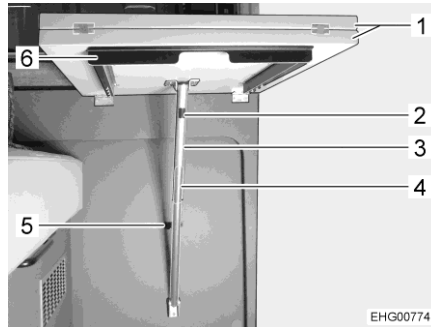
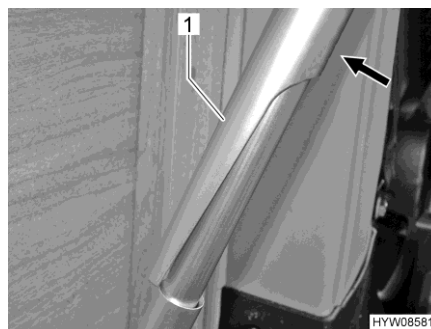

Fig. 53 Table suspendue (repliée)
Fig. 55 Pied d'appui (déverrouillé)
- Extraire le cadre de stabilisation (Fig. 53,6) (s'il y en a un).
- Pousser le cadre de stabilisation (Fig. 53,6) à l'intérieur (s'il y en a un).
- Soulever légèrement le plateau de table (Fig. 53,1).
- Pousser le montant supérieur (Fig. 53,3 et Fig. 55,1) vers l'arrière. Appuyer pour ce faire sur la surface noire (Fig. 53,2).
- Rabattre la table vers le bas. Le montant supérieur recouvre alors le montant inférieur (Fig. 53,4).
- Presser l'appui dans le support mural (Fig. 53,5).